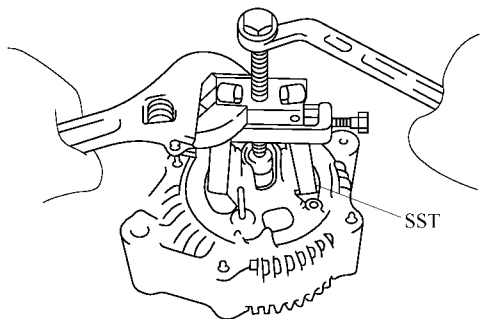

图 7-15 用拉拔器拆下后端框架
2) 使用拉拔器拆下后端框架，如图 7-15 所示。
(7) 从驱动端框架拆下转子。